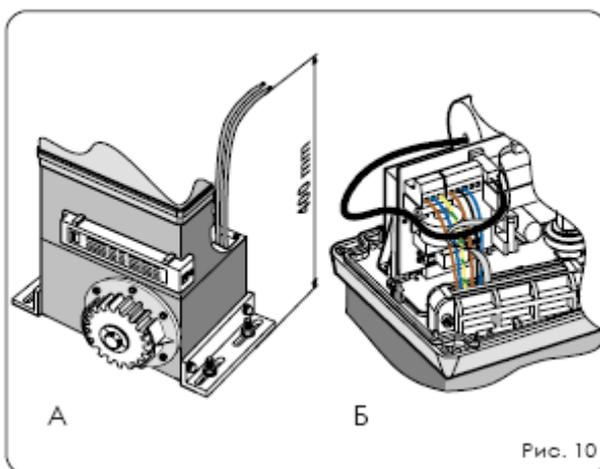

Рис. 10
3. Расположите привод на основании, используя шайбы и гайки из комплекта, как показано на рис.9. Во время этой процедуры, проложите кабели через канал в нижней части корпуса двигателя (рис.10 выноска А). Проложите кабели к блоку управления через специальное отверстие, используя прорезиненный кабельный хомут. Расчехлите кабель так чтобы хомут удерживал каждый поводок в отдельности. (рис.10 выноска В).